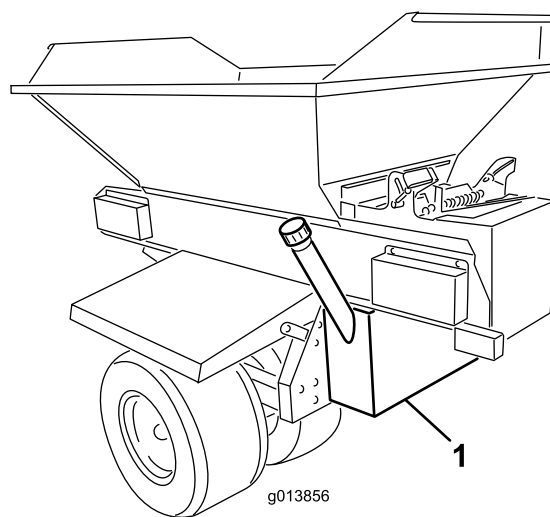

Figure 1
4. Supportez le réservoir hydraulique par dessous et placez-le contre la paroi arrière du châssis du ProPass. Le réservoir doit être parfaitement centré par rapport aux côté droit et gauche et être positionné verticalement (Figure 1).